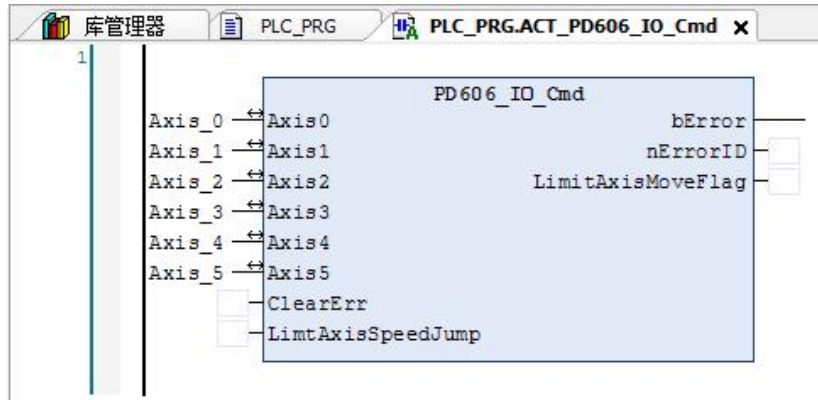

图 9.6 初始化模块
- 2) 添加脉冲方向和硬件 IO 处理模块：右击 PLC_PRG，选择“添加对象”-“动作”，命名 ACT_PD606_IO_Cmd，编程语言为梯形图 LD，双击进入程序编辑区，添加 PD606_IO_Cmd 模块并在指令中填上对应的轴号，如图 9.6 所示。